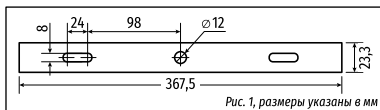

Рис. 1, размеры указаны в мм
1. Прожектор устанавливают на поверхности при помощи поворотной лиры с тремя отверстиями, Рис. 1.